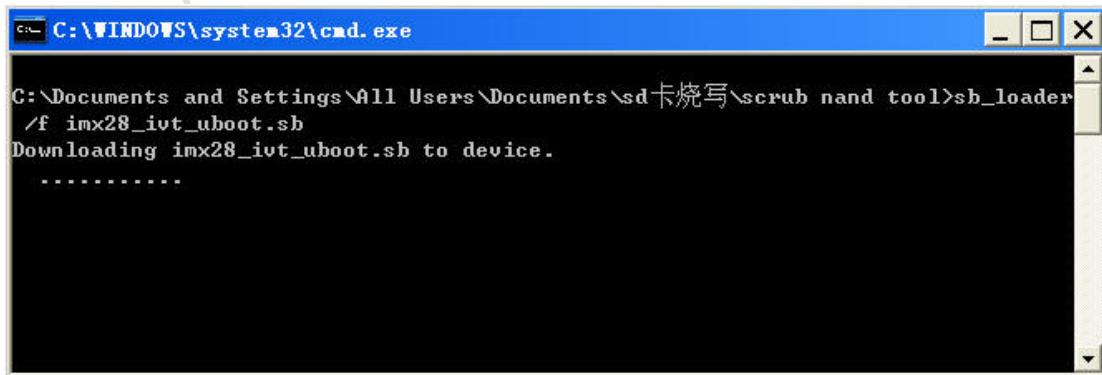

图2.5 脚本界面
- 请进入光盘文件中的“**USB烧写方案\NAND Flash格式化**”目录，双击“**NAND Flash格式化.bat**”脚本程序，将弹出如图2.5所示的界面，但很快将自动关闭。